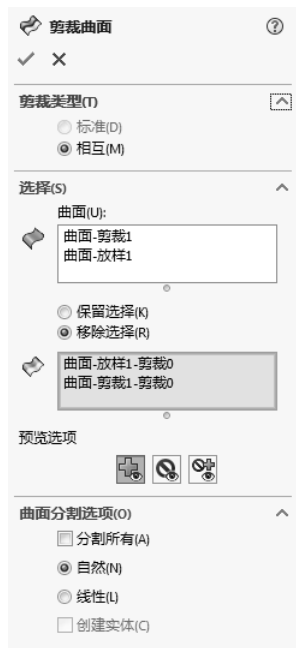
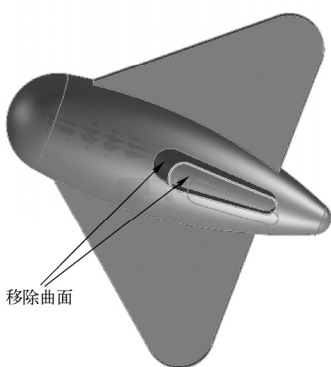

图 9-115 “剪裁曲面”属性管理器
图 9-116 裁剪曲面 2
11) 裁剪曲面。单击“曲面”控制面板中的 $\text{✂}$ （剪裁曲面）按钮，系统弹出图 9-115 所示的“剪裁曲面”属性管理器。在属性管理器中选择“剪裁类型”为“相互”，在视图选择拉伸曲面和旋转曲面为剪裁曲面，选择图 9-115 所示的面为移除曲面。单击属性管理器中的 $\text{✓}$ （确定）按钮，结果如图 9-116 所示。